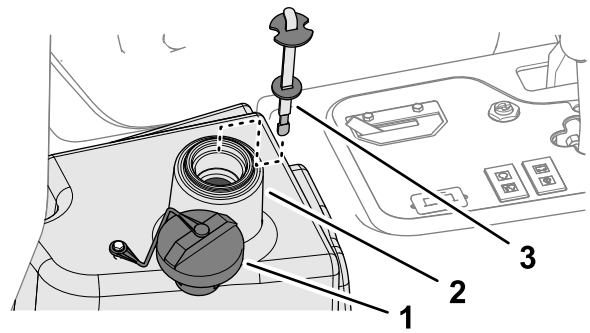

Bild 90
4. Füllen Sie den Behälter (Bild 90) mit ca. 22,7 Liter Hydrauliköl; siehe Hydrauliköl – technische Angaben \(Seite 62\).